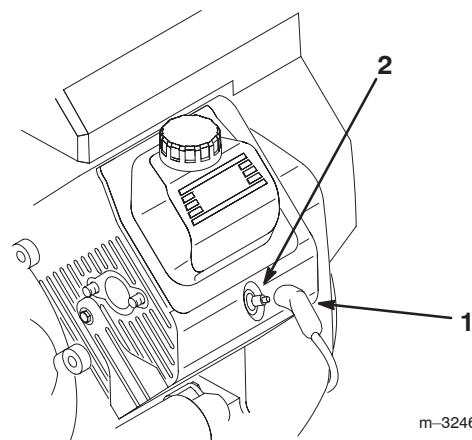

Figure 55
- Débranchez les fils des bougies (Fig. 55).
3. Rebranchez les bougies (Fig. 55).